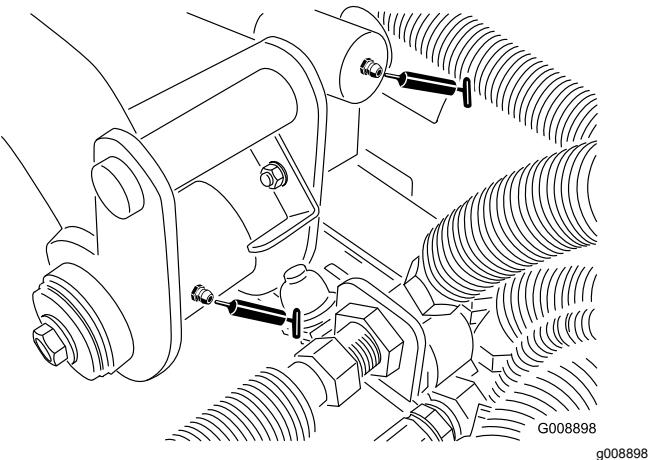

Figure 36
- 2 pivots de bras de levage arrière et vérin de levage (Figure 36)